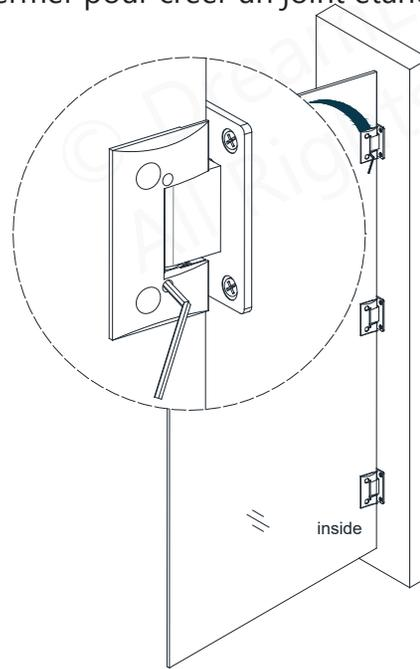

Fig 1b
3) Utilisez la clé Allen fournie pour desserrer les vis de réglage des façades intérieures (Fig 1b), ajustez la porte à l'angle de fermeture souhaité (90° par exemple), puis resserrez les vis de réglage (Fig 1b). Assurez-vous de créer un joint étanche avec la gâche en vinyle lorsque la porte est en position fermée.